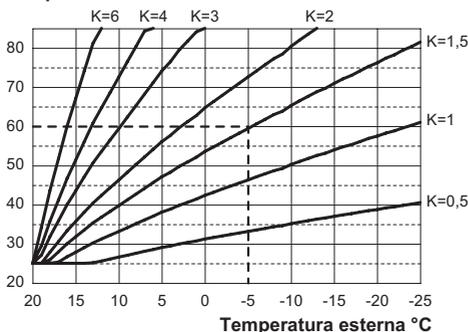

Figura 5.31
(opzionale) riferirsi alla Figura 5.31.
Quando si installa la sonda esterna bisogna impostare questo parametro in base al rendimento dell'impianto di riscaldamento per ottimizzare la temperatura di mandata (Figura 5.31).
Es. Per avere una temperatura di mandata all'impianto di riscaldamento di 60°C con una esterna di -5°C si deve settare un K di 1,5 (linea tratteggiata in Figura 5.31).
- Utilizzando i tasti 13 o 15 è possibile modificare il valore del parametro 14 da un minimo di **00** ad un massimo di **60** in base alla curva scelta del coefficiente K in Figura 5.31 (il valore letto sul display, in Figura 5.37, corrisponde a **K = 1,5**).